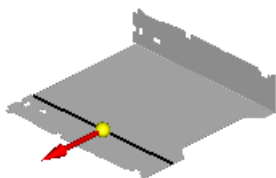

图 8.8.24 定义移动侧方向
(3) 定义折弯属性及参数。在命令条中单击“折弯位置”按钮 ，在 **折弯半径** 文本框中输入值 0.5，在 **角度** 文本框中输入值 90；单击“材料外部”按钮 ；单击“移动侧”按钮 ，并将方向调整至图 8.8.24 所示的位置；单击“折弯方向”按钮 ，并将方向调整至